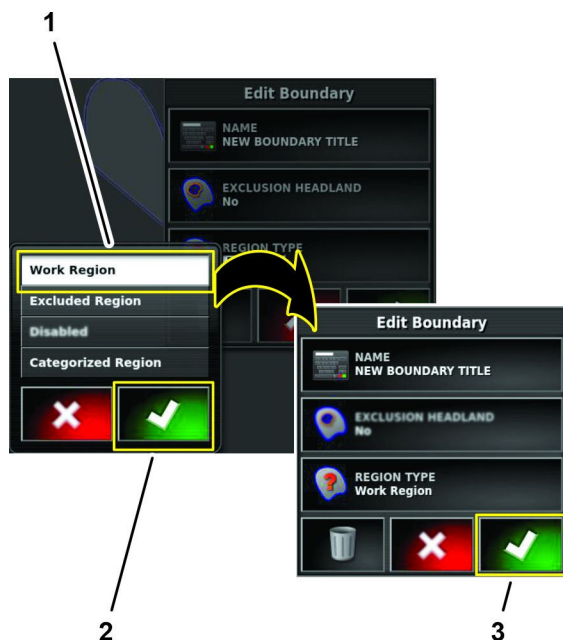

Bild 60
2. Tippen Sie im Dialogfenster Regiontypen auf das Symbol ARBEITSBEREICH und tippen Sie dann auf das Bestätigen-Symbol (Bild 60).
3. Tippen Sie im Dialogfenster Feldgrenzen bearbeiten auf das Bestätigen-Symbol (Bild 60).